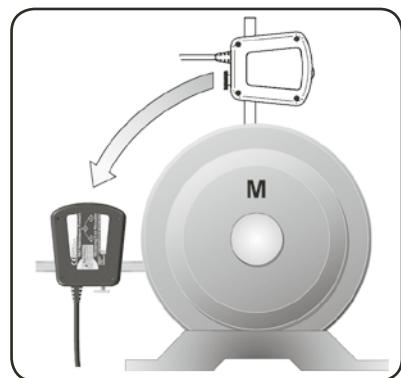

Abb. 17. Einstellung auf 9-Uhr-Position
- Drehen Sie die Wellen mit den Messeinheiten auf die 9-Uhr-Position (Abb. 17). Mit Hilfe der Wasserwaagen wird die waagerechte Einstellung der Messeinheiten gewährleistet.